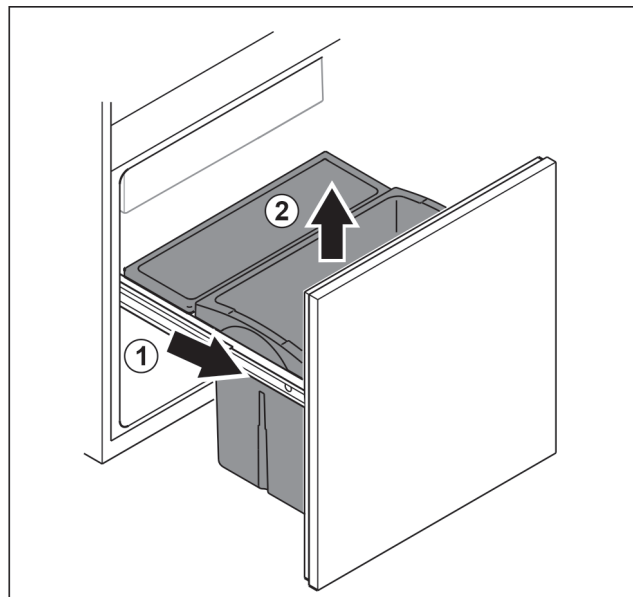

Fig. 100
- Estrarre il carrello estraibile fino all'arresto. Fig. 100 (1)
- Rimuovere il cassetto estraendolo verso l'alto. Fig. 100 (2)